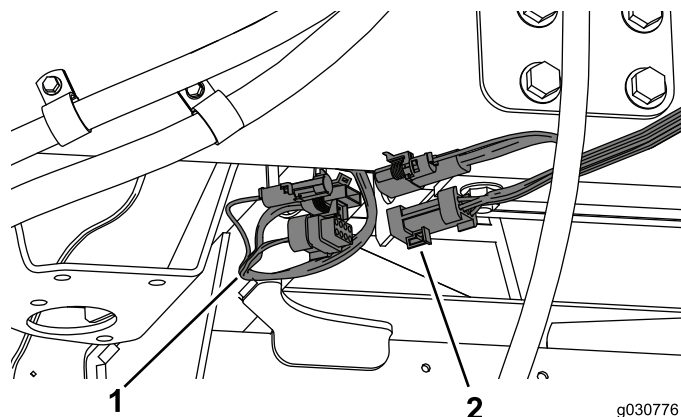

Рисунок 45
1. Подсоедините жгут проводки от кабины к жгуту проводки на правой стороне машины (Рисунок 45).